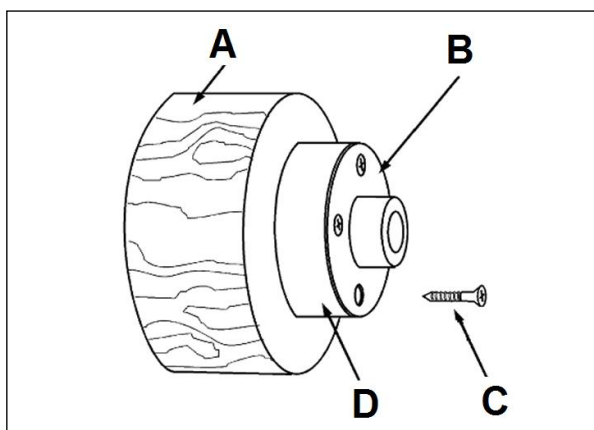

Fig 17
Fixer la pièce à usiner (A, Fig. 17) avec 4 vis à bois (C) par derrière directement sur le plateau circulaire. Bien choisir les vis. Des vis trop longues débordent dans la zone de travail et des vis trop courtes ne garantissent pas une bonne fixation.